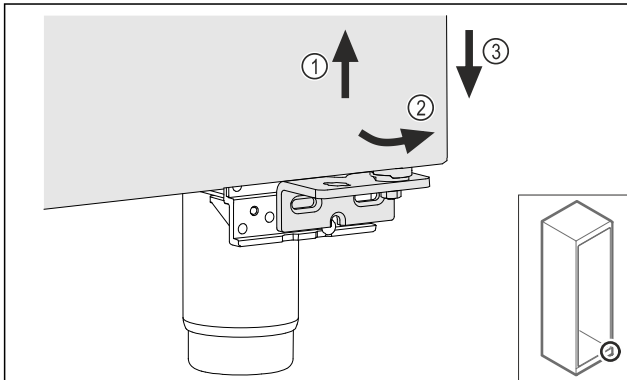

Fig. 16
- ▶ Nadvihnite zľahka dvere Fig. 16 (1), dole ich preklopte dopredu Fig. 16 (2) a spustite dolu Fig. 16 (3).